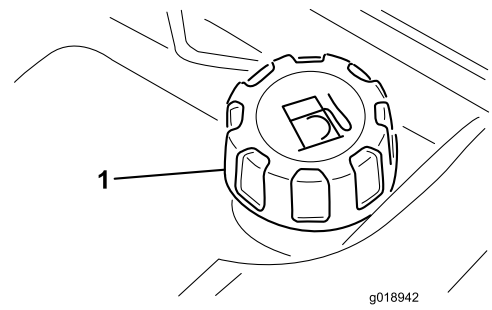

Bild 28
1. Kippen Sie den Sitz nach vorne und stützen Sie ihn mit der Stützstange ab, damit er nicht zurückfallen kann. Wischen Sie den Bereich um den Tankdeckel herum mit einem Lappen sauber (Bild 28).